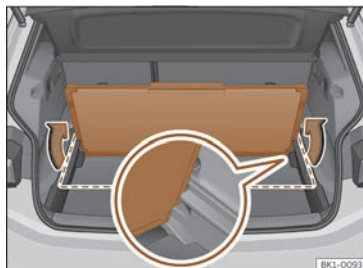

Fig. 172 Al maleter: fixar el segon terra del maleter.
- Una vegada plegat, aixequueu-lo i introduïu-lo en els suports laterals amb el costat obert cap avall >>> **fig. 172** (imatge ampliada).